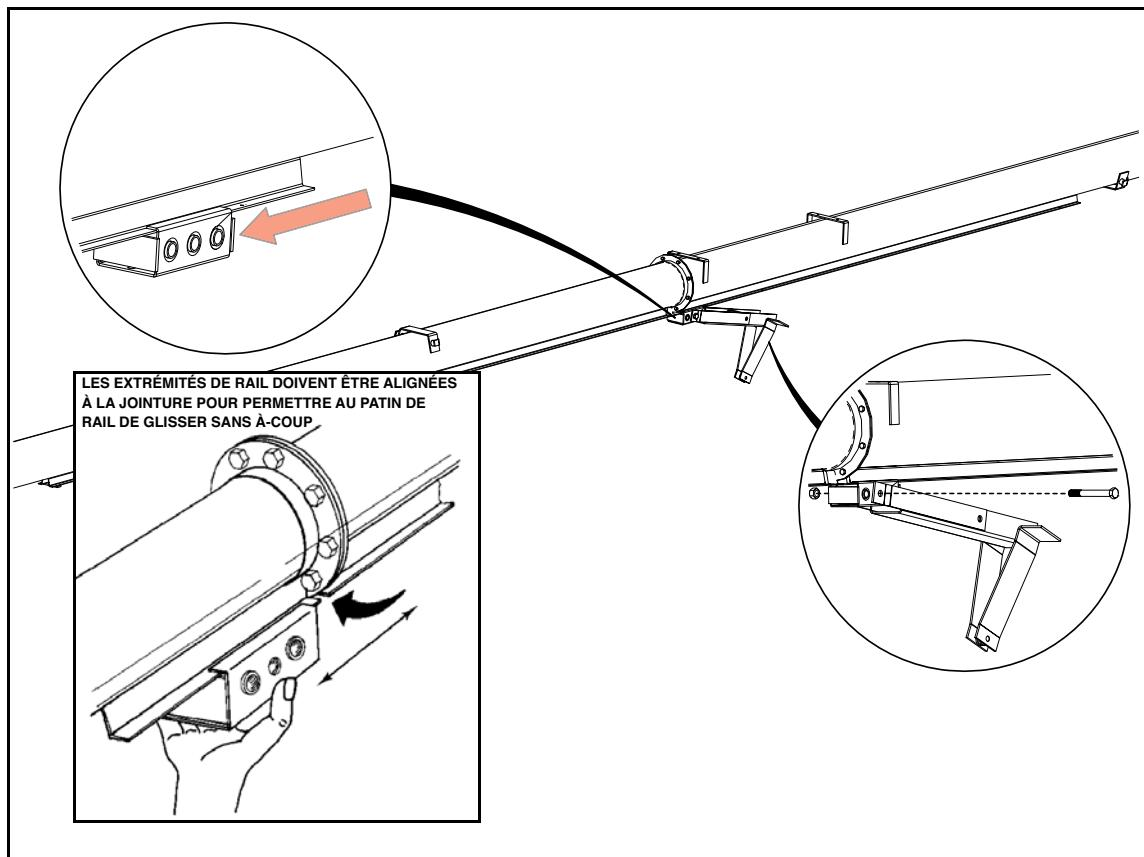

Figure 3.8 Installation de la butée de rail et du bras de levage
3. Fixer le bras d'aide au levage sur le trou central du patin de rail (Figure 3.8) avec un boulon de 3/4 x 6 1/2 po et contre-écrou. **Ne pas trop serrer.** Serrer seulement jusqu'à immobilisation; ce boulon sert de point de pivot.